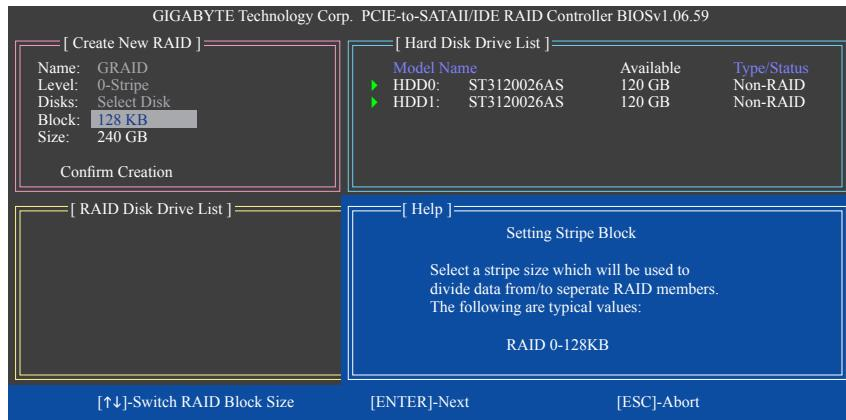

图6
- 设置磁盘区域大小(Block): 若选择制作RAID 0, 需指定磁盘区域大小。以<↑>或<↓>键选择需要的磁盘区域大小(图6), 可调整大小从4 KB至128 KB。完成后请按<Enter>键。